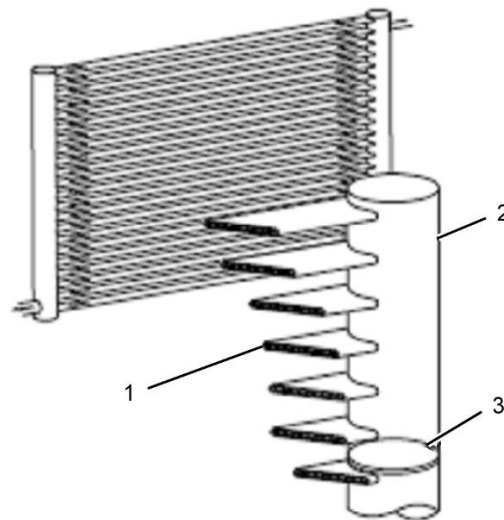

Рисунок 1
- (1) Многоканальная экструдированная труба
- (2) Коллектор
- (3) Дефлектор коллектора
6. Замените змеевики конденсатора с параллельными или несколькими потоками. В качестве примера см. рис. 1. Змеевики конденсатора с параллельными или несколькими потоками обладают узкими протоками. Тщательное вымывание грязи из этих протоков представляет сложность. Невыполнение требования по замене подобных змеевиков может привести к снижению охлаждающей способности воздушного кондиционера и к преждевременному выходу из строя компрессора.